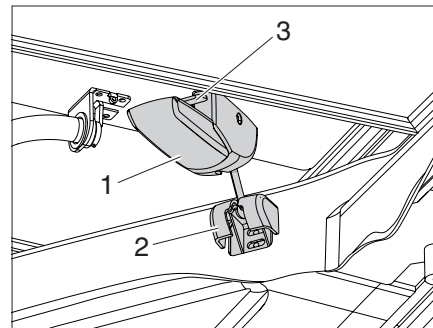

Bild 34 Lossa spaken genom att dra åt vänster eller höger
► Tryck säkringsspaken (Bild 34,3) uppåt samtidigt som du drar låsanordningen (Bild 34,1) till vänster och höger nedåt.
► Ta ut sprinten (Bild 34,2) ur fästet.